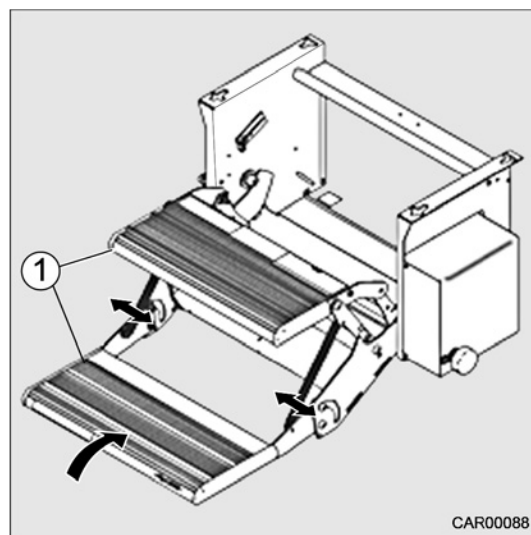

Fig. 18 Déverrouillage de secours
2. Glisser les marches (Fig. 18/1) complètement vers l'arrière à la main.